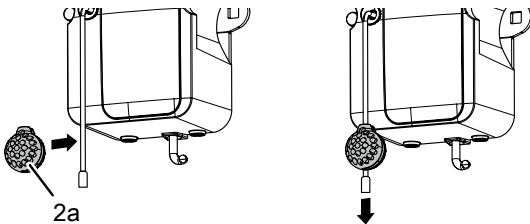

Abb. 10: Einbruchhemmung rückgängig machen
Halten Sie das Spiralkabel (25) wie in Abb. 10 gezeigt senkrecht hoch. Die max. Dehnung des horizontal geführten Kabels darf nicht mehr als das 3-fache der ursprünglichen Länge betragen. Klemmen Sie die Kabelschelle (22) am Knickpunkt auf. Halten Sie die Kabelschelle (22) an die Wand an und setzen Sie die Markierung. Bohren Sie das Loch, setzen Sie den Dübel (20) ein und verschrauben Sie die Kabelschelle (22) mit der Schraube (12).